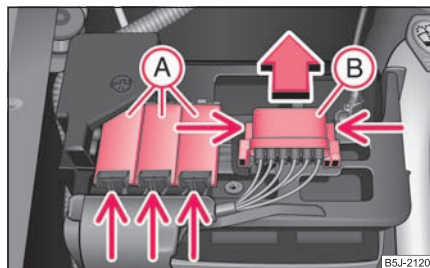

Fig. 205 Baterie: Capacul suportului de siguranțe
- Apăsați elementele de fixare ale capacului suportului de siguranțe **(A)** ⇒ fig. 205 și deschideți capacul.
- Unele autovehicule sunt prevăzute numai cu capacul **B** ⇒ pagina 218, fig. 205. ■